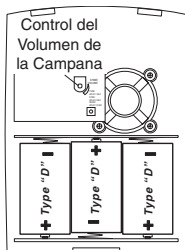

Figura 3
3. **Coloque las 3 pilas alcalinas “D”.** Asegúrese de que estén correctamente colocadas (vea la Figura 3).
5. Ajuste del control del volumen. Regule el control de volumen al nivel deseado (vea la Figura 3).